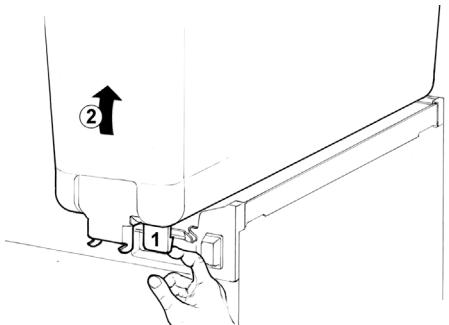

figura 2
- 2** Togliere il contenitore vuoto sollevandolo dal lato rubinetto e sfilandolo dalla guarnizione (vedere figura 2).